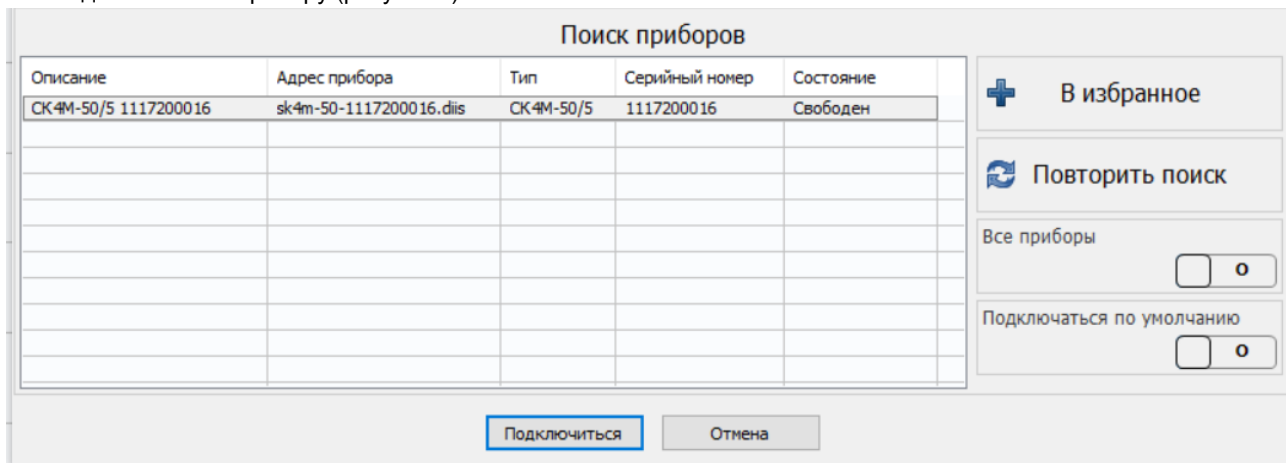

Рисунок 1. Подключение к СК4М.
3. Подключиться к прибору (рисунок 1).